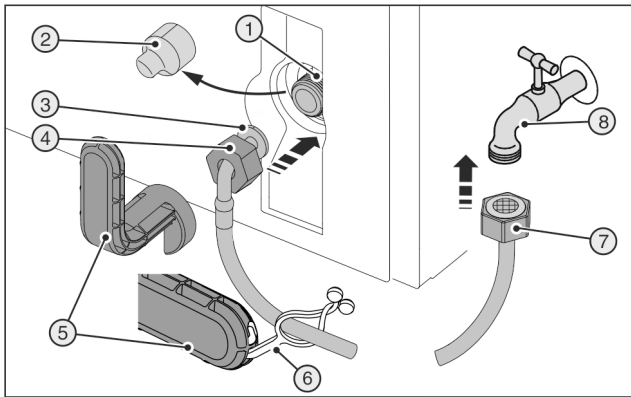
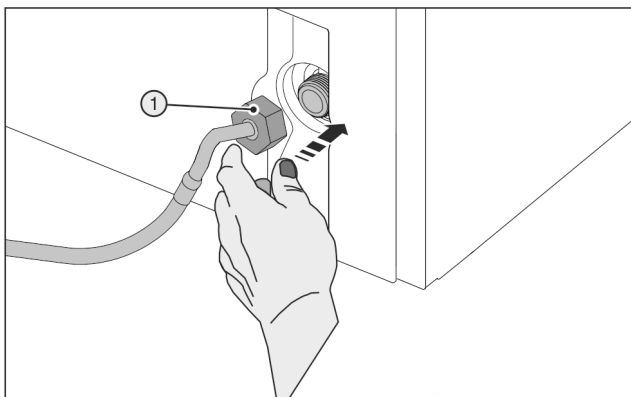

Fig. 51 *
Fig. 52
- ▶ Abdeckung Fig. 51 (2) abziehen.
- ▶ Erleichterte Montage: Gerades Schlauchende Fig. 51 (7) nach links auf den Boden auslegen.
- ▶ Mutter Fig. 51 (4) über abgewinkeltes Schlauchende Fig. 51 (3) bis zum Ende schieben und festhalten.
- ▶ Mutter Fig. 52 (1) vorsichtig ansetzen und gerade auf Gewinde schrauben.
- ▶ Mutter Fig. 52 (1) vorsichtig ansetzen und mit zwei Fingern gerade auf Gewinde schrauben, bis ein sicherer, fester Sitz erreicht ist.
Zerbrochenes Hilfswerkzeug Fig. 51 (5) !
- ▶ Hilfswerkzeug Fig. 51 (5) ausschließlich bei Raumtemperatur verwenden.
- ▶ Mutter Fig. 52 (1) mit Hilfswerkzeug Fig. 51 (5) im Uhrzeigersinn festziehen bis maximales Drehmoment erreicht ist und Hilfswerkzeug Fig. 51 (5) überdreht.
- ▶ Mutter Fig. 51 (7) auf Absperrhahn Fig. 51 (8) schrauben.
- ▶ Mutter Fig. 51 (7) mit Hilfswerkzeug Fig. 51 (5) im Uhrzeigersinn festziehen bis maximales Drehmoment erreicht ist und Hilfswerkzeug Fig. 51 (5) überdreht.
- ▶ Lasche Fig. 51 (6) in Hilfswerkzeug Fig. 51 (5) einhaken und zur Aufbewahrung am Edelstahlschlauch befestigen.
- ▶ Absperrhahn Fig. 51 (8) der Wasserzuführung langsam öffnen.